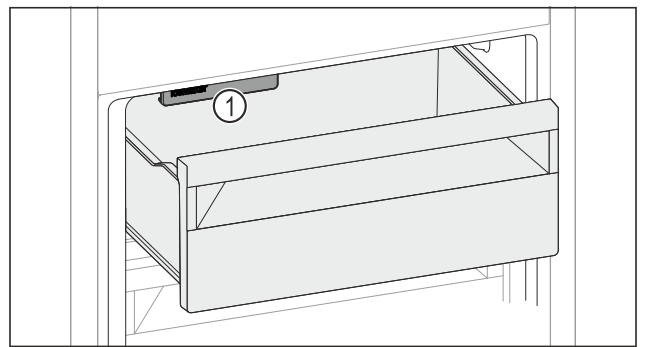

Fig. 140
- ▶ Coloque alimentos en el cajón. Si coloca alimentos en el lado izquierdo del cajón: ▶ Tenga en cuenta el IceMaker Fig. 140 (1).